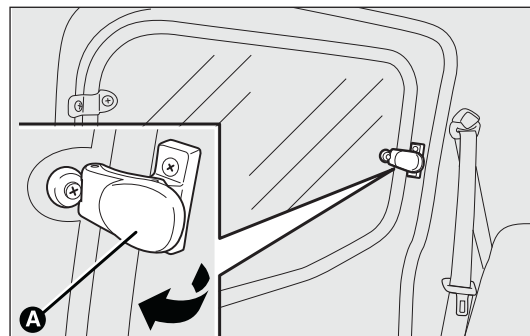

рис. 71
БОКОВЫЕ ЗАДНИЕ СТЕКЛА ПОВОРОТНОГО ОТКРЫТИЯ (исполнения Doblò/Doblò Combi) рис. 71
- сместите рычаг А- рис. 71 от себя до полного открытия стекла;